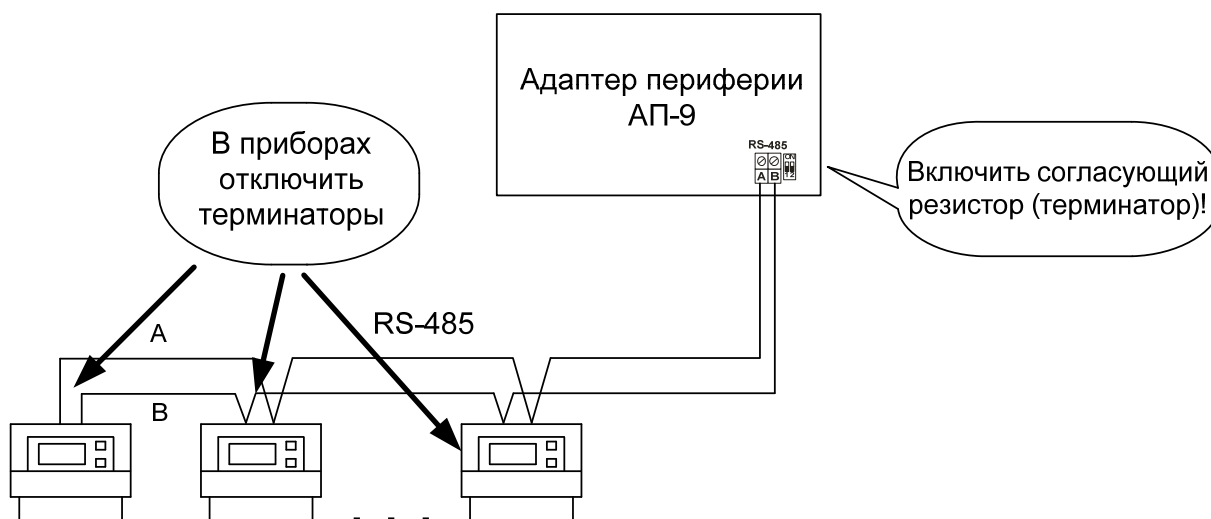

Рисунок 2. Подключение к сети RS-485
- при подключении адаптера крайним звеном в цепи приборов, объединенных в сеть RS-485 на плате адаптера необходимо включить согласующий резистор (терминатор), а в приборах учета необходимо отключить согласующие резисторы (см. Рисунок 2);